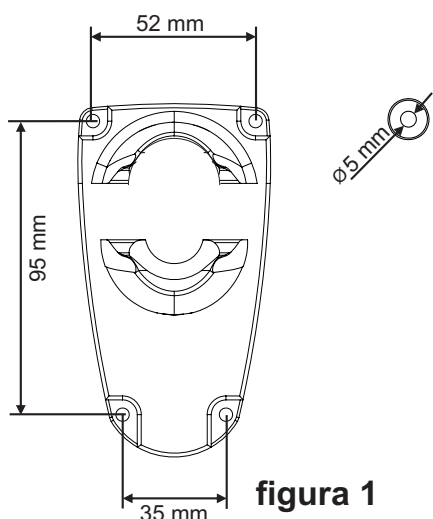

figura 1
Use la pieza de montaje a la pared (1) para marcar los puntos de fijación. Tenga en cuenta las dimensiones entre agujeros y los diámetros marcados en la figura 1.